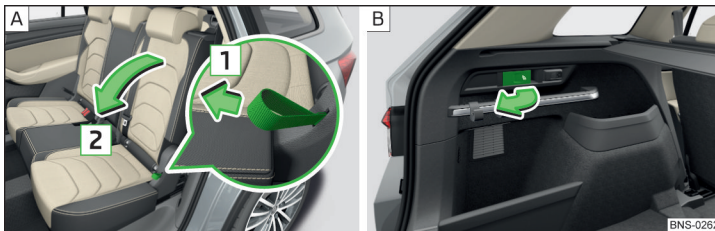

Abb. 77 Vom Fahrgastraum aus / vom Gepäckraum aus vorklappen
- › An der Öse in Pfeilrichtung **1** im seitlichen Sitzbereich ziehen und die Sitzlehne in Pfeilrichtung **2** vorklappen » Abb. 77. Die Verriegelung muss hörbar einrasten.
- › Den jeweiligen Hebel in Pfeilrichtung ziehen » Abb. 77. Die Sitzlehne wird entriegelt, ggf. vorgeklappt.
- › An der Öse **1** ziehen und die Sitzlehne entgegen der Pfeilrichtung **2** zurückklappen » Abb. 77. Die Sitzlehne muss hörbar einrasten.